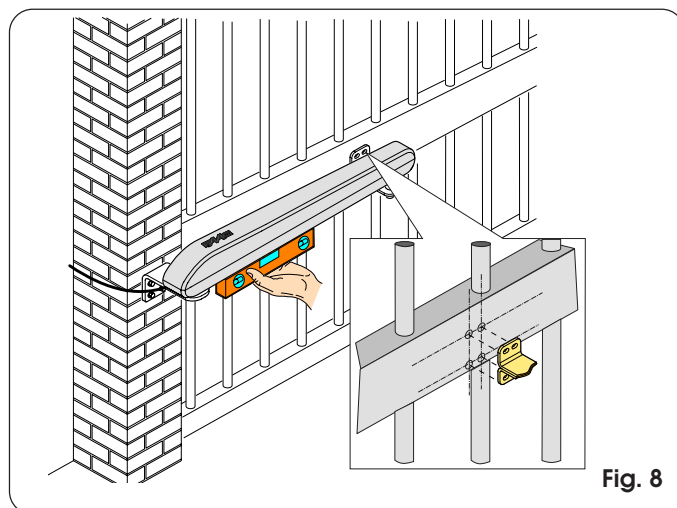

Fig. 8
- De bevestiging tegen de vleugel houden en de bevestigingspunten aanduiden. De aandrijving en de bevestiging moeten perfect horizontaal zitten (Fig. 8).